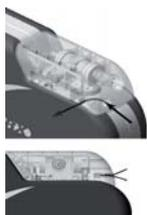

Figure 18 : Fixation de l'appareil avec les orifices de suture dans la tête
- Fixez l'appareil sur le fascia afin d'éviter tout risque de migration en utilisant du fil de soie 2-0 ou un autre fil de suture non absorbable semblable. Un orifice de suture est prévu à cet effet dans la tête de l'appareil (figure 18).